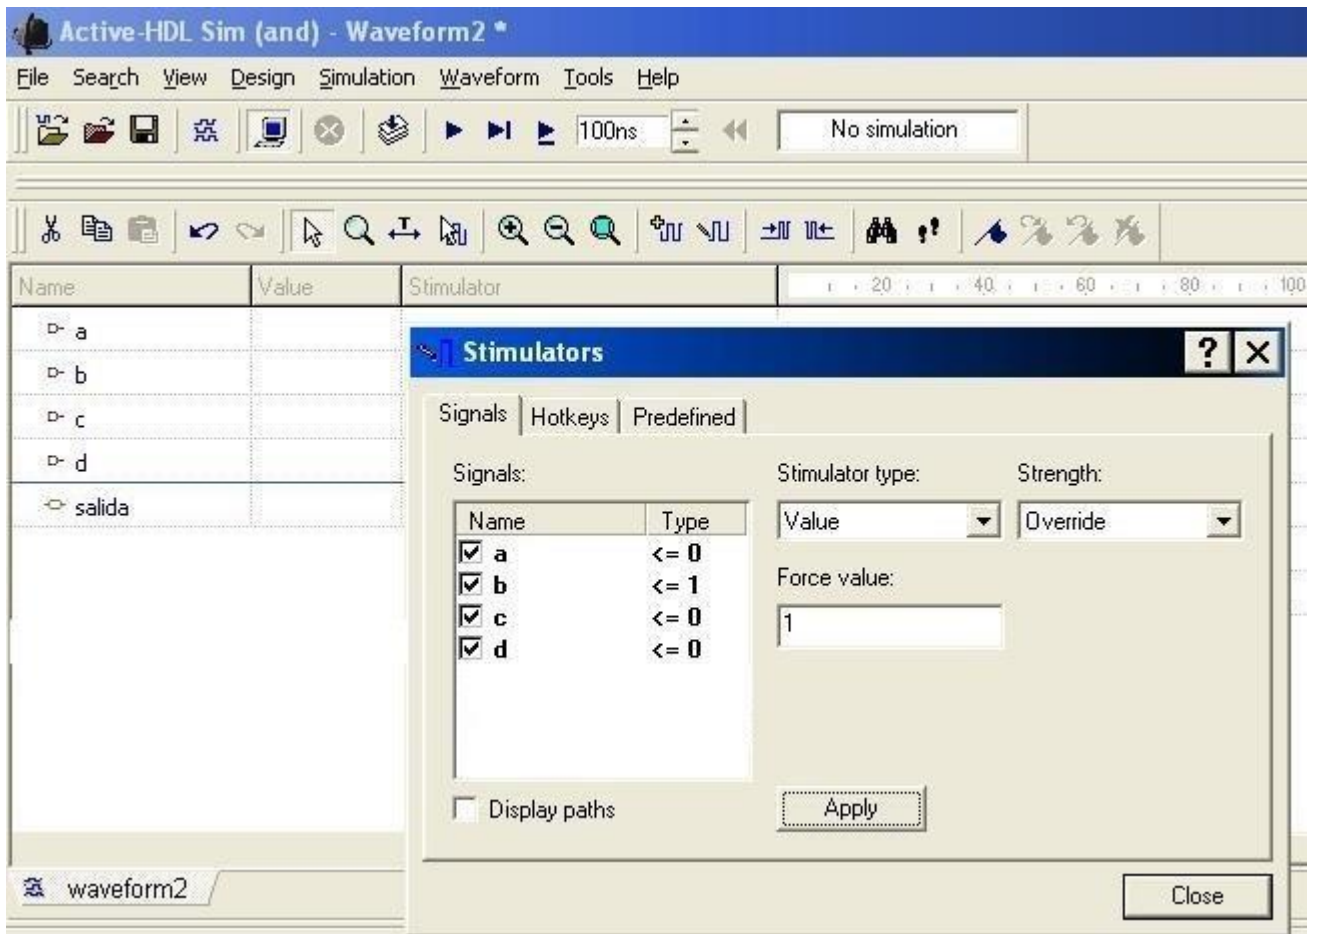

Figura 8. Asignación de valores a las señales de entrada.
10. En el caso de las entradas es necesario asignar valores para la simulación. Esto se hace dando clic con el botón derecho sobre las señales. Al hacer esto se abre un menú desplegable y se da clic en **Stimulators**, abriéndose una nueva ventana, que se muestra en la figura 8.